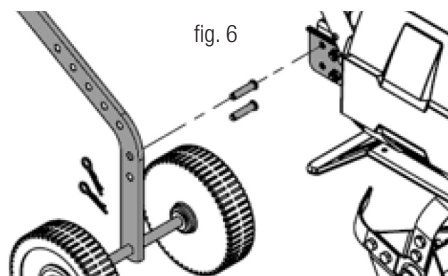

fig. 6
1. Montez les roues de support avec la goupille fendue et la goupille fendue. fig. 6.